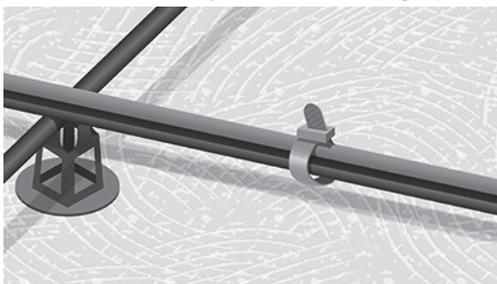

Fig. 5. Câble fixé ; les colliers de serrage sont desserrés et ne se trouvent pas sur les joints
6. Dérouler le câble chauffant et le fixer au treillis d'armature sur le chemin (Fig. 5).